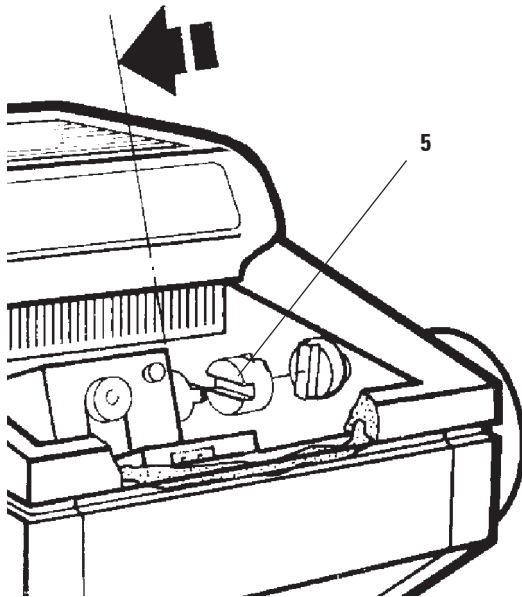

Fig. 26
- Lubrifier l'accouplement en plastique (5, Fig. 26) en déposant quelques gouttes d'huile pour cryostat.
- Lubrifier le cylindre (1) :